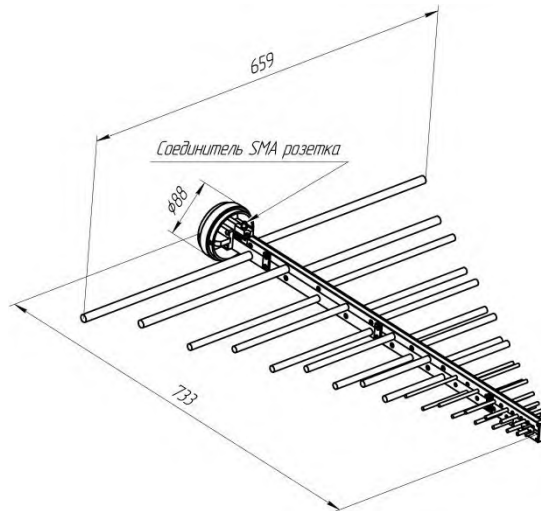

Рисунок 1 – Общий вид антенны П6-122
Общий вид антенны П6-122 представлен на рис.1.
5.2.1 Антенны могут применяться как с элементами крепления для универсального штатива, предлагаемыми в комплекте поставки (см. табл. 1, 2), так и с оригинальными креплениями заказчика. В последнем случае для установки элементов крепления предназначены четыре отверстия диаметром 4,5 мм, приведенные на рис. 1 и 2.